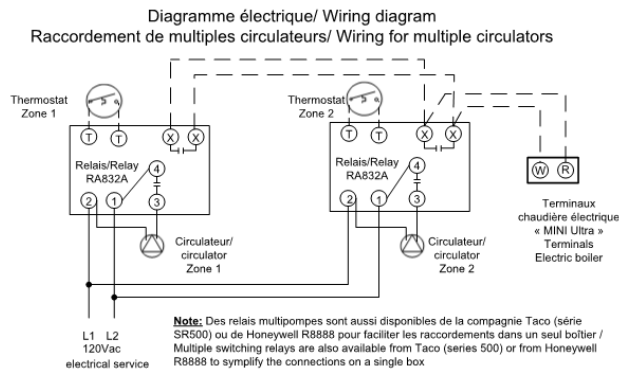

Figure 7 : Schéma de zonage par pompes multiples
- Si l'installation est telle qu'illustrée à la fig.7 donc sans valve trois voies : installer un câble à 2 conducteurs de calibre 18 entre les terminaux « **AUX** » de la chaudière BTH ULTRA et le **TT** de la chaudière auxiliaire.